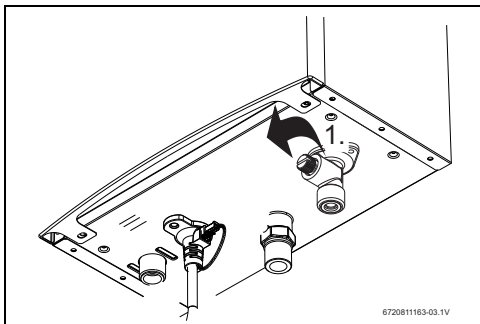

Fig. 10 Svuotamento
- ▶ L'apparecchio non deve essere installato in locali in cui la temperatura possa essere inferiore a 0 °C. Nel caso ci sia rischio di congelamento, spegnere l'apparecchio e svuotarlo (→Fig. 10).